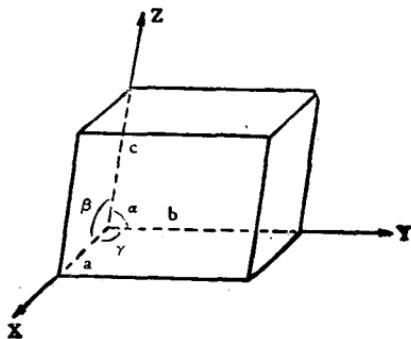

图 1-11 平行六面体
① 晶胞的形状可用平行六面体表示，如图 1-11。图中 a 、 b 、 c 分别是晶胞的边长， α 、 β 、 γ 分别是两边的夹角。晶胞的边长和夹角有 7 种类型，据此晶体可分为 7 大晶系：